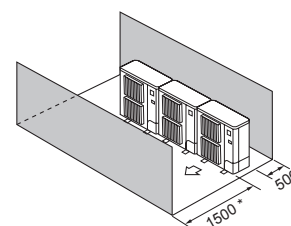

Fig. 2-16
- ④ Obstáculos apenas na parte da frente e de trás (Fig. 2-16)